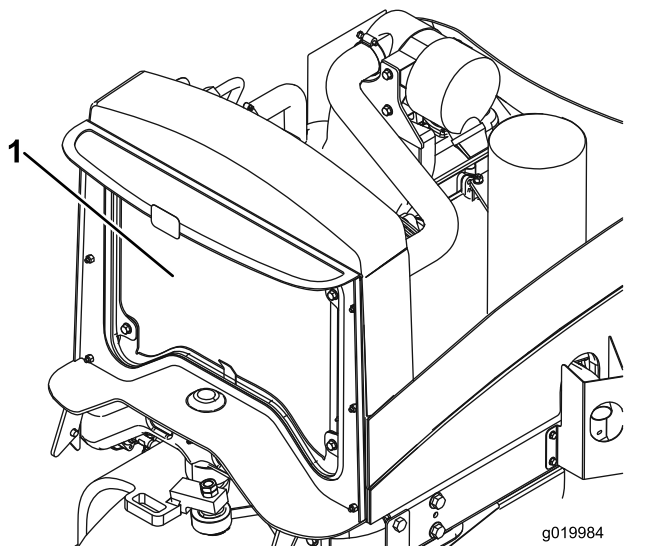

図 58
4. ラジエターの裏表を圧縮空気で丁寧に清掃する 図 58。